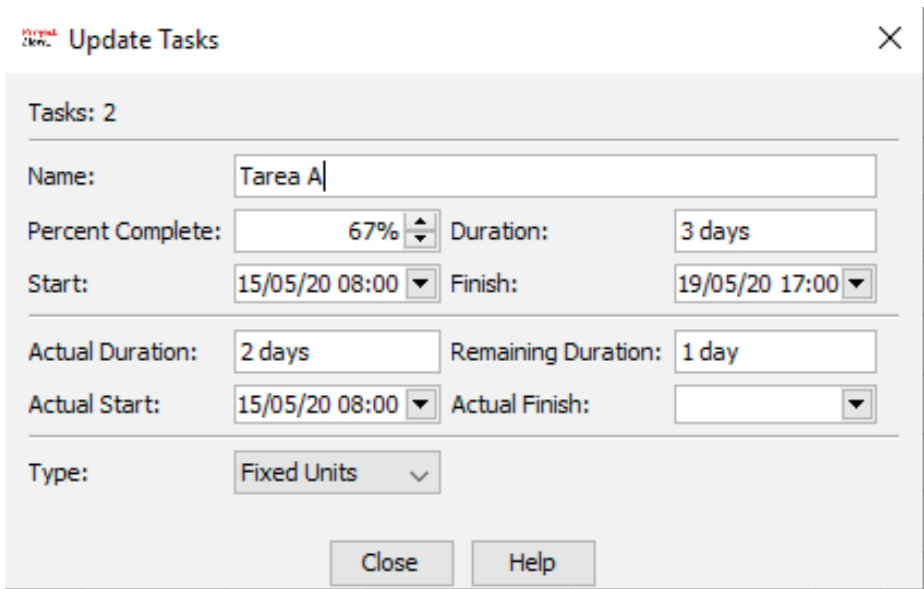

Figura 67.
- seleccionando la tarea, accediendo al menú *Task > Update* y modificando los valores deseados (figura 67). Repetir este proceso para cada tarea a actualizar.